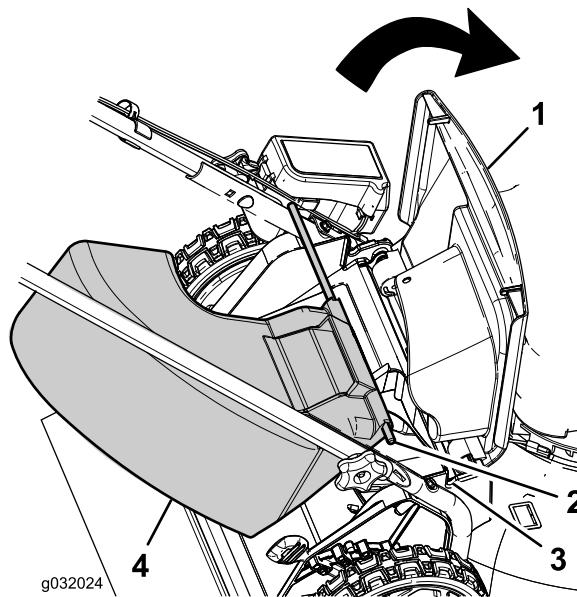

Figure 21
1. Soulevez le déflecteur arrière (Figure 21).
2. Insérez les extrémités de la goulotte d'éjection latérale dans les crans des supports du guidon (Figure 21).